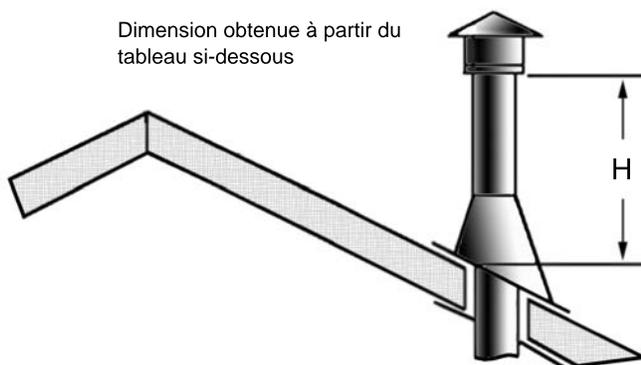

Figure 50 : Hauteur de la terminaison verticale ;
- Étape 8.** Continuez à ajouter des sections de tuyau jusqu'à ce que la hauteur du capuchon d'aération réponde aux exigences minimales du code. Reportez-vous à la figure 50 et au tableau 7. Notez que pour les toits à forte pente, la hauteur de l'aération doit être augmentée. En cas de vent fort, les arbres à proximité, les lignes de toit adjacentes, les toits à forte pente et d'autres facteurs similaires peuvent entraîner un mauvais tirage ou un tirage descendant. Dans ces cas, l'augmentation de la hauteur de l'aération peut résoudre le problème.
Tableau 7 : « H » minimum pour la figure 50.